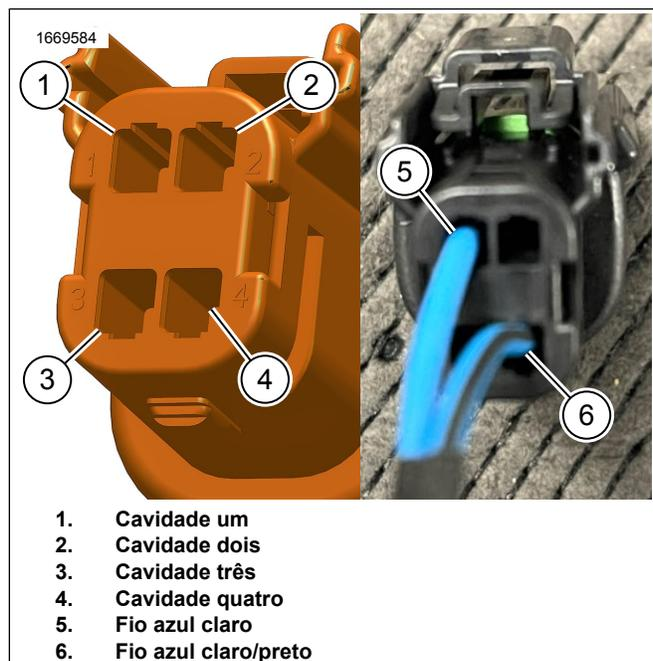

Figura 22. Refaça a fiação do chicote de fios 69203031.
1. 1. Veja a figura 22. Use uma ferramenta especial para remover os terminais do conector.